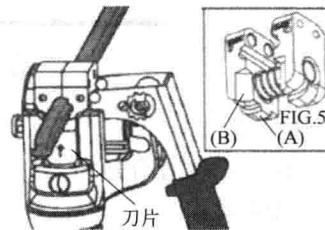

图 1-5 切割
- ③ 切割（图 1-5）。操作打压按钮，逐渐移动刀片，直到切断接触线。切断后应停止打压按钮，操作回油按钮。如果继续打压按钮电动机还会继续运转，但不产生额外的压力，液压油通过旁路回到油囊。
- ④ 拆卸模具和接触线。操作压力释放按钮，使活塞迅速回位。释放锁定手柄，打开卡销和模具并取出接触线。